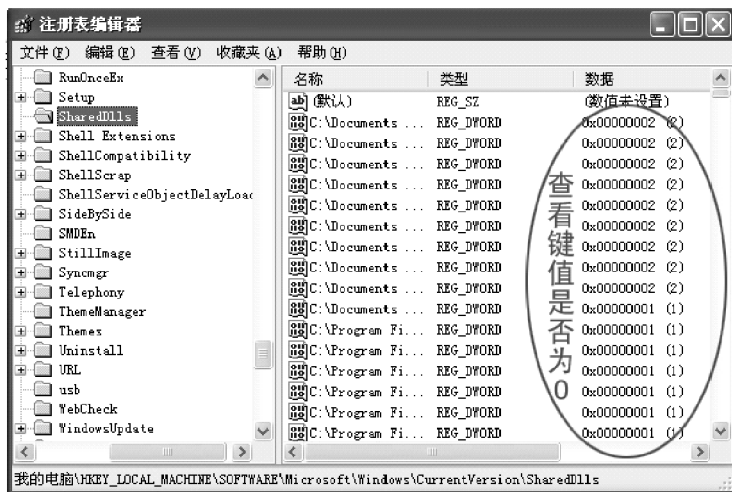

图 3-122 删除多余的 DLL 文件信息界面
3) 删除多余的 DLL 文件信息方法。DLL (DLL extension) 即动态链接程序库文件的扩展名。通过注册表清理动态链接库,可以直接提高系统的运行效率。其操作方法是:在注册表编辑器中依次打开“HKEY\_LOCAL\_MACHINE→SOFTWARE→Microsoft→Windows→CurrentVersion→SharedDLLs”子键分支,直到出现如图 3-122 所示的界面。在该界面的右侧窗口中可以看到 DLL 文件信息,拖动滚动条查看其所有键值是否为 0,若全部为 0,则说明该 DLL 文件信息对于系统来说已经没有用处,将该键值删除就可以达到删除 DLL 文件信息的目的。